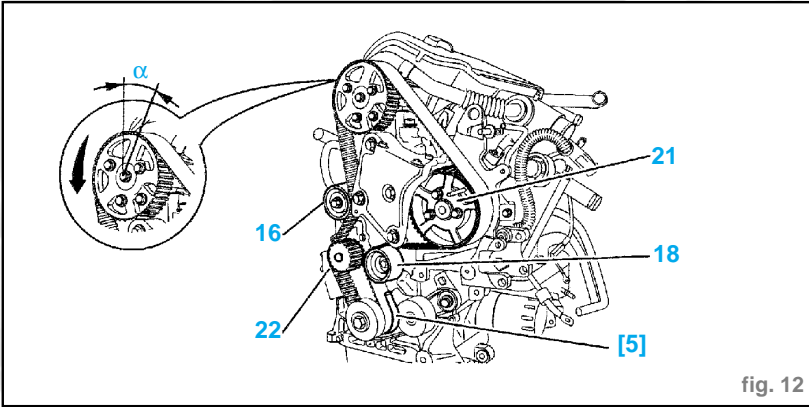

fig. 12
- vilebrequin (immobiliser la courroie à l'aide de l'outil [5] (-).0188-K (fig. 12)
- galet-enrouleur (18)
- Plaquer la courroie de distribution sur la poulie (21).